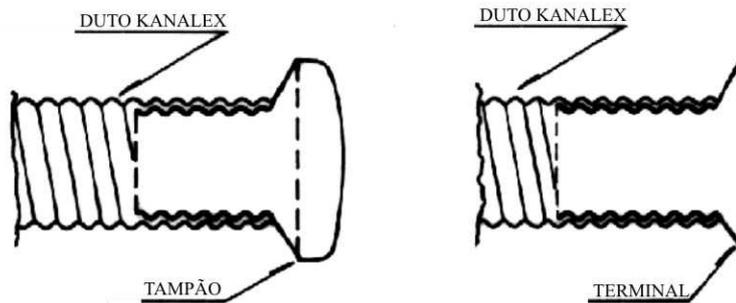

Figura 44
- a) Retirar o tampão do duto **KANALEX** transformando-o em terminal (Figura 44).